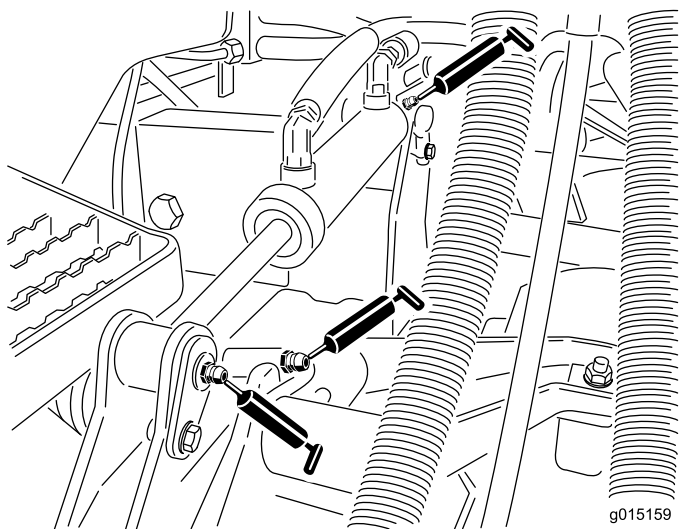

图 46
- 提升臂轴套每个滚刀组 1 个 (图 46)
- 提升油缸轴套每个滚刀组 2 个 (图 46)